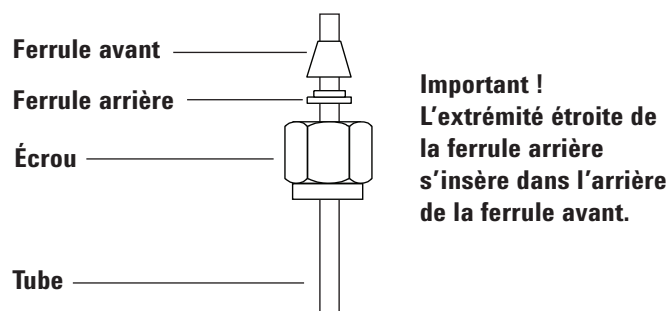

Figure 16. Écrous et ferrules Swagelok
- 1 Placez un écrou Swagelok, une ferrule arrière et une ferrule avant sur le tube comme illustré dans la **Figure 16**.